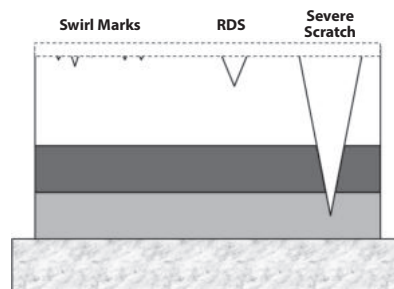
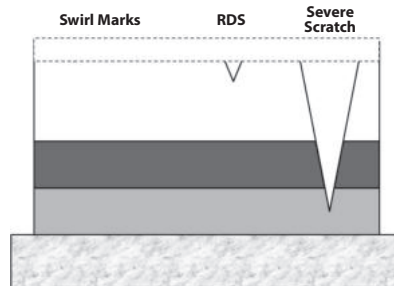
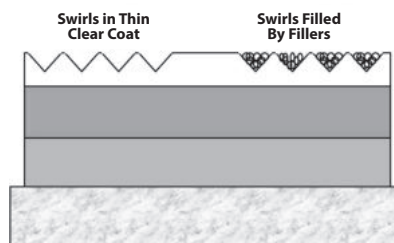
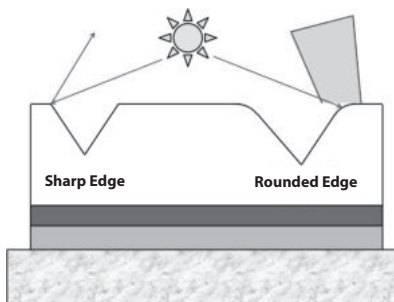

Abb. 11
Abb. 12
Abb. 13
Abb. 14
- Im Falle von sehr feinen, flachen „Kratzern“ genügt nur die Verwendung der Poliermasse ohne Schleifmittel, wobei diese flachen Fehler mit der Masse so verfüllt und ausgeglichen werden, dass sie nicht mehr zum Vorschein kommen, siehe Abb. 13.
➔ **Feine Kerben „swirl marks“**, wie auf der Abb. 11 zu sehen, sind feine Kerben, die unter Verwendung von Schleifmittelpasten vollständig ausgeschliffen werden können, siehe Abb. 12, oder - falls sie fein und flach sind - können Sie mit der Poliermasse ausgefüllt und auspoliert werden, sodass sie nicht zu sehen sind und daher muss in solchen Fällen keine Schleifmittelpaste verwendet werden, siehe Abb. 13. Dies hängt jedoch von der konkreten Situation ab.
➔ **Tiefe Kratzer** auf der Abbildung 11, die als „RDS“ bezeichnet sind, können mit Schleifpasten verflacht werden - siehe Abb. 12 - und mit der Paste ausgefüllt und auspoliert werden, wie im Falle der feinen Kratzer „swirl marks“, siehe Abb. 13. Die Praxis ist auf der Abb. 3 dargestellt.
➔ **Tiefe Kratzer**, die unter den Lack bis auf die Farbe gehen, sog. „severe scratch“ auf der Abb. 11, können zwar nicht entfernt werden, man kann sie jedoch durch Verwendung von Schleifpasten und Poliermassen weniger auffällig machen. Durch Anwendung der Schleifpaste kommt es zur Abrundung der Kantengrenzen von Kerben und wenn auf diese abgerundete Kante das Licht fällt, wird es nicht abgestrahlt sondern zerstreut, wodurch die Kerbe nicht so auffällig wirkt, siehe Abb. 14.